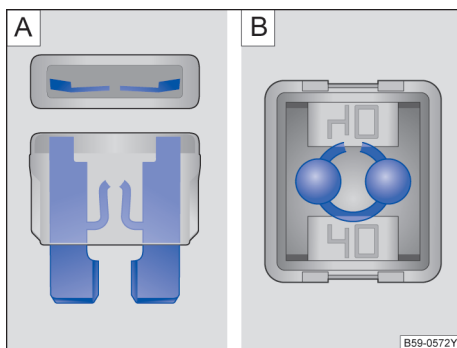

图 246 烧断的保险丝：[A] 扁平插入式保险丝，[B] 方块型保险丝
- 烧断的扁平插入式保险丝 (ATO®、MINI®) 可从上面和侧面透过透明外壳通过熔断的金属条来识别 → 图 246 [A]。
- 对于烧断的方块型保险丝 (JCASE®)，烧断的金属条可从上面透过透明的外壳来识别 → 图 246 [B]。